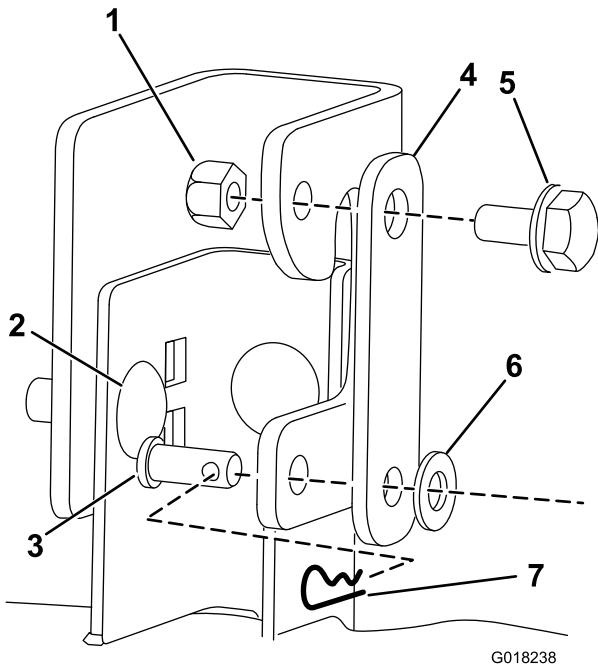
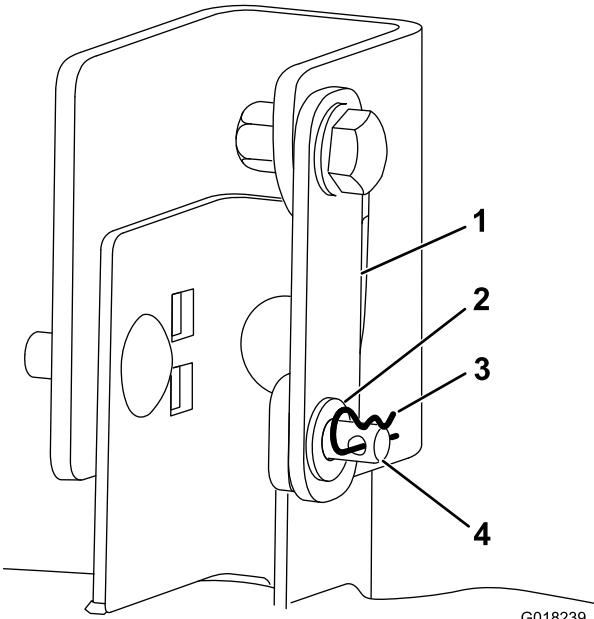

Bild 5
Bild 6
6. Befestigen Sie eine Mähwerkstützhalterung mit einer Ansatzschraube und einer Sicherungsmutter an jedem Hängeprofil (Bild 5).
Hinweis: Stecken Sie die Ansatzschraube durch das obere Loch in jedem Hängeprofil (Bild 5).
8. Befestigen Sie nach dem Befestigen des Hängeprofils an der hinteren Hubstange das offene Ende jeder Mähwerkstützhalterung mit einem Lastösenbolzen, einer flachen Scheibe und einem Splint (Bild 5 und Bild 6).